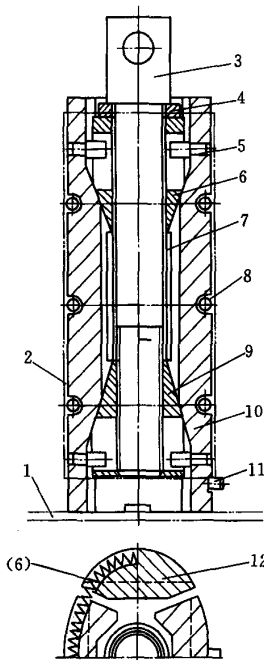

图 4
(5) 整形 用手动胀胎, 胀胎为4瓣式如图4。工作前用拉簧8使其收拢胀并以销钉5与胀芯6和胀母9联结并定向。因胀胎与扁筒内壁有1圈4~5mm的间隙, 故可轻轻地置于扁筒内, 下端有套11作端头定位。只要旋转螺杆3驱动胀母7, 胀母7和胀芯6就同时相向移动, 它外部的斜面则推动4片胀胎甲、乙向外扩张, 从而对扁筒施加胀